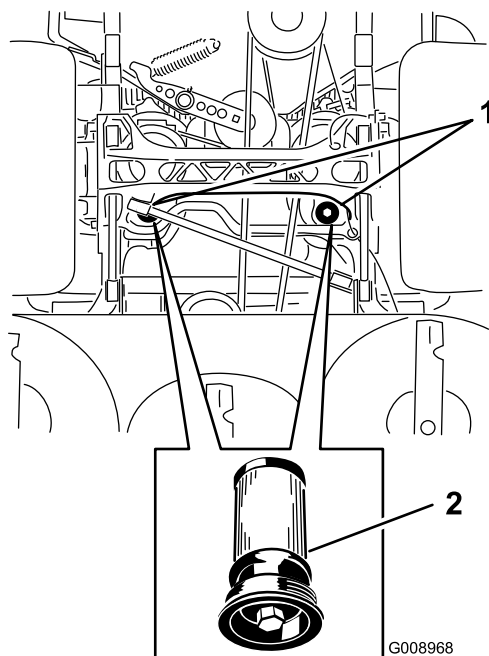

Figura 83
5. Collocate una bacinella di spurgo sotto il filtro, togliete il filtro usato e pulite la superficie (Figura 83).
6. Spalmate uno strato sottile di fluido idraulico sulla guarnizione di gomma del filtro di ricambio (Figura 83).